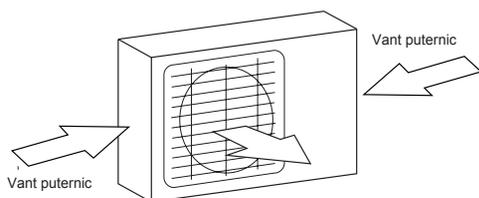

Fig. 5.1
- ✓ Daca locatia aleasa este expusa la vanturi puternice (de exemplu: langa malul mării), unitatea trebuie să fie amplasata pe perete la adăpost de vant. Daca este necesar, utilizați o marchiză. (A se vedea fig. 5.1 și 5.2)